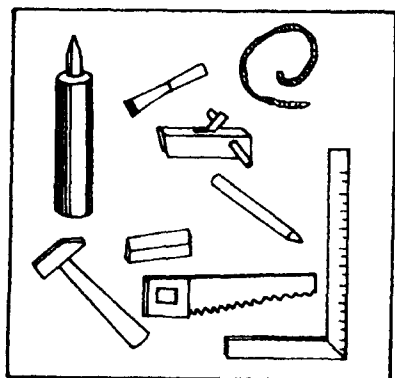

图 1-14 各种安装工具
(1) 安装的准备 安装前应使墙面干净、干燥、平整,高度弹线找平。为适应当地气候条件,达到空气的含水率要求,买来的墙板在安装前,应将原包装拆封就地保存至少48h。所需工具有锯、锤子、尺、专用胶、绳子、刨、凿子,如图1-14所示。
(2) 施工方法 共分7个步骤进行,每个步骤必须要保证质量,这样铺贴墙面光彩照人。
① 凹凸板的选择。测量墙面长度,计算出所需凹凸板的整数块,多余空间用拼板完成。拼板应分配在端部,